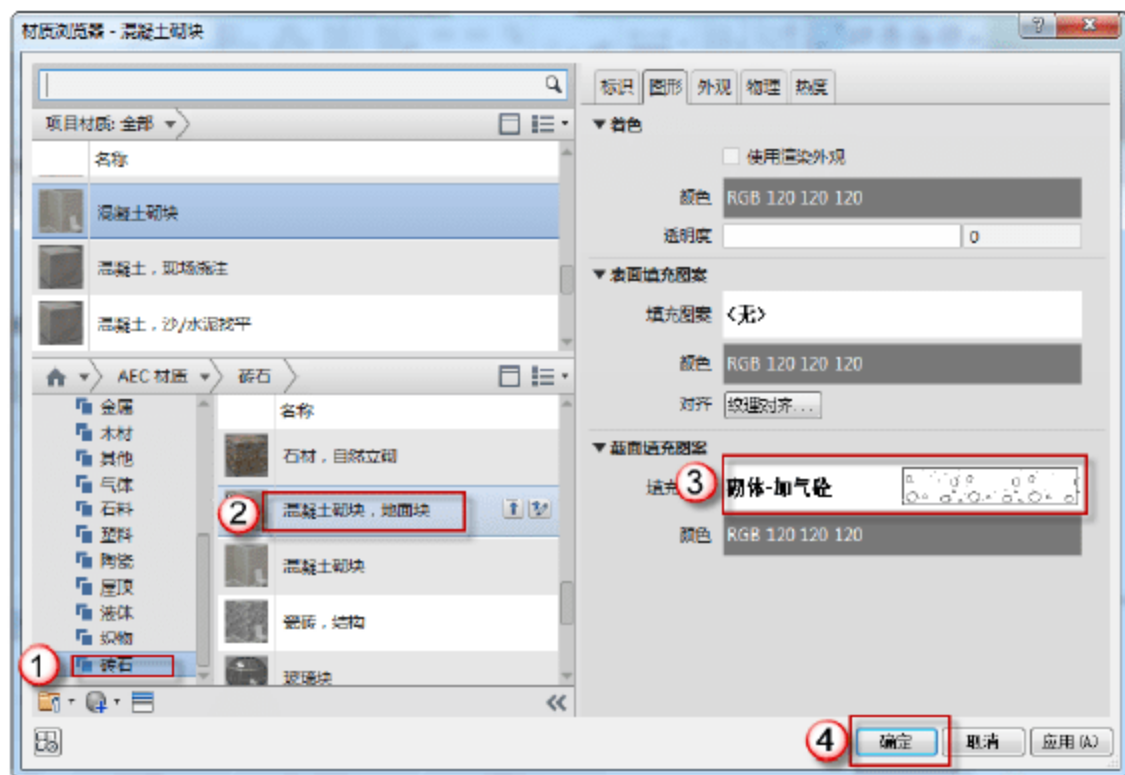

图 9.1.34 编辑“结构[1]”材质
(7) 编辑“结构[1]”材质。在“编辑部件”对话框中,单击“结构[1]”对应的“材质”单元格右上角的“浏览”按钮,在弹出的“材质浏览器”对话框中,在“AEC 材质”下选择“砖石”→“混凝土砌块,地面块”,将填充图案改为“砌体-加气砼”。单击“确定”按钮,返回“编辑部件”对话框,如图 9.1.34 所示。然后在“编辑部件”对话框中将其对应的厚度改为“200mm”,最后单击“确定”按钮返回“类型属性”。